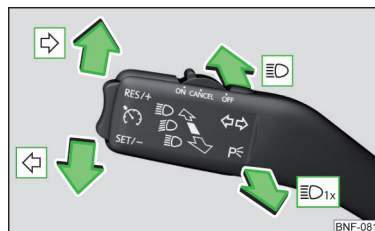

Fig. 41
**Pozițiile manetei de operare » fig. 41**
➤ Apăsați maneta până la capăt în poziția  sau  » fig. 41 la pagina 45.